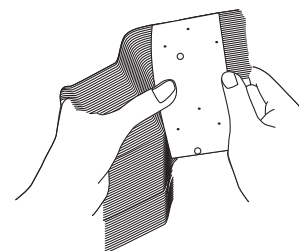

Рис. 6
9. Плотно прижать фитиль к зубцам держателя фитиля, чтобы жестко прикрепить фитиль к держателю. Разгладить складки на фитиле (Рис. 6).